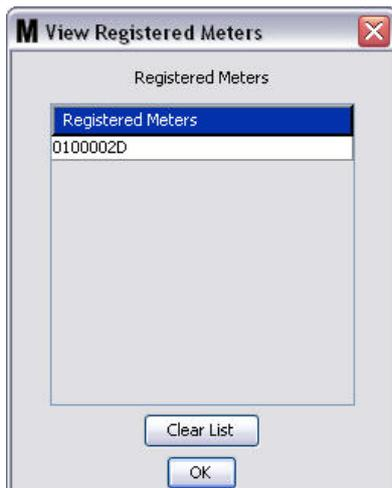

ABB. 121
- **Schaltfläche „Verknüpfen“/„Verknüpfung aufheben“** – wenn alle Parameter im Fenster „Zählerprofil“ ausgefüllt wurden, klicken Sie auf die Schaltfläche „Verknüpfen“, um das in ABB. 121 gezeigte Fenster „Zählerprofil/-ID-Zuweisung“ aufzurufen. Wählen Sie aus der Liste registrierter Zähler einen Zähler aus, der dem Profil zugewiesen werden soll. Klicken Sie auf „OK“, um das Fenster zu schließen und die Änderungen zu speichern.